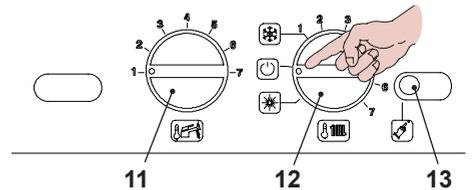

Рис. 5.54
- Чтобы выйти из режима программирования, установите переключатель функций / регулятор температуры **12**, как показано на рисунке, см. Рис. 5.54.